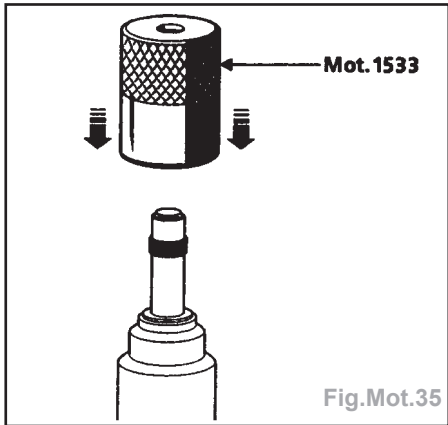

Fig.Mot.35
- déposer le cône et rétracter le joint de l'injecteur à l'aide du corps de l'outil Mot. 1533 en le poussant jusqu'en butée (Fig.Mot.35).